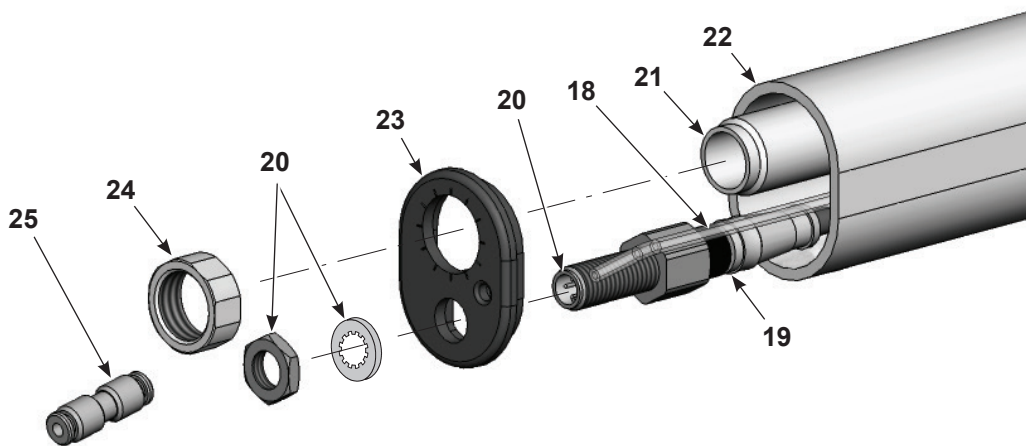

Figure 7-2 Démontage du pistolet de pulvérisation à fixation sur tube 1 sur 5
2. Voir la Figure 7-2. Débrancher le raccord union (25) du tuyau à air transparent de 4 mm (18).
3. Débrancher le câble du pistolet de pulvérisation (non illustré) de sa prise (20).
4. Dévisser l'écrou (24) du tube de serrage (21).
5. Retirer l'écrou et la rondelle frein de la prise à câble (20). Conserver l'écrou et la rondelle frein pour les réutiliser.
6. Tirer le capuchon terminal (23) hors de l'extrémité du pistolet de pulvérisation.